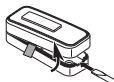

Figure 1
1. **Retirez la languette orange de la pile du bouton-poussoir.** Ôtez la partie arrière du boîtier en enfonçant la patte du bas au moyen d'un petit tournevis (voir la Figure 1). Retirez la languette orange.
- **Au moyen de vis :** Pour faire l'installation avec les vis, enlevez le dos du boîtier en poussant sur les agrafes de la base avec un tournevis (voir la Figure 1). *Remarque :* Enlevez les débris des trous de vis (au besoin) avant d'installer les vis. Fixez le dos du boîtier au chambranle ou au mur (voir la Figure 4). Enclenchez la partie avant de l'unité de bouton-poussoir en place.